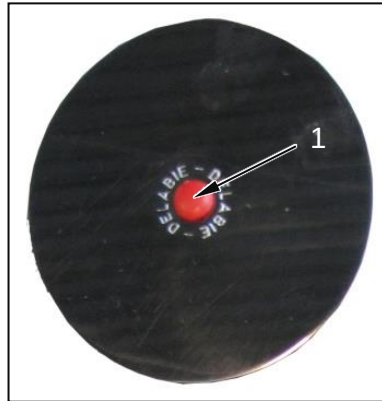

Abb. 8-1
1. Entfernen Sie den Blindstopfen (1) (Abb. 8-1).
3. Setzen Sie den Blindstopfen (1) wieder ein.